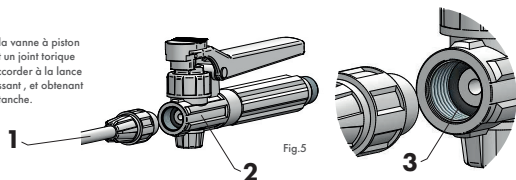

Fig. 5
Vérifier que le corps de la vanne à piston (fig. 5 / pos. 2) contient un joint torique (fig. 5 / pos. 3) et le raccorder à la lance (fig. 5 / pos. 1) en le vissant, et obtenant ainsi un raccordement étanche.